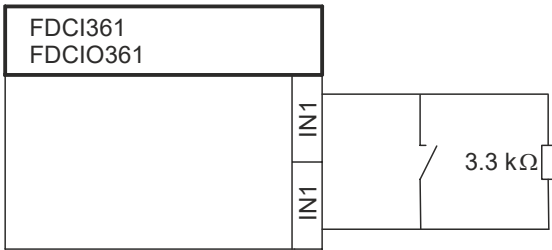
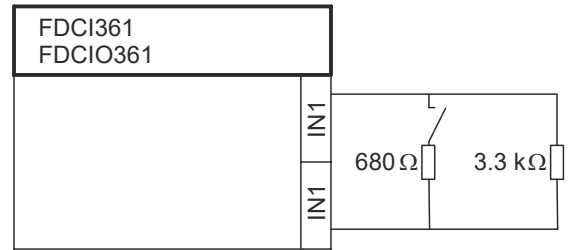

Fig. 7
Fig. 8
- Input monitored for open line: Fig. 7
- Input monitored for open line and short circuit: Fig. 8
3. Connect the resistors to the end of the input line (Fig. 7 and Fig. 8).
- Eingang überwacht auf Unterbruch: Fig. 7
- Eingang überwacht auf Unterbruch und Kurzschluss: Fig. 8
- Schließen Sie am Ende der Eingangsleitung die Widerstände an (Fig. 7 und Fig. 8).